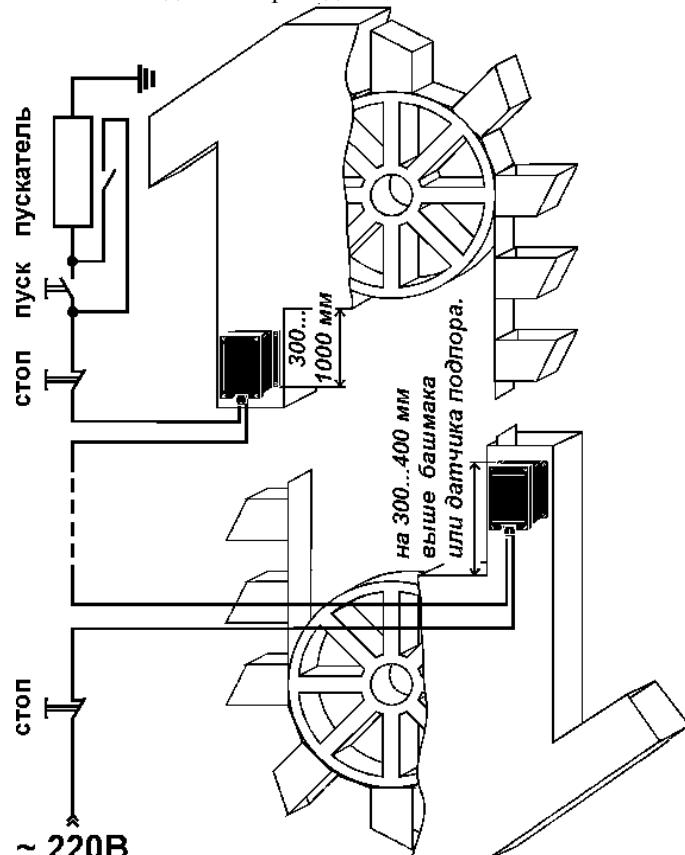
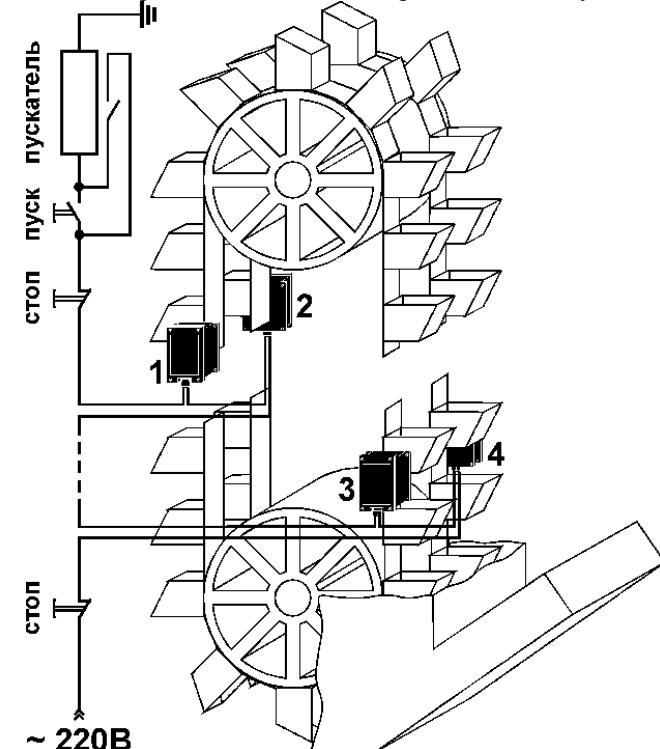

Рис. 5. Последовательное включение двух DC-2 в пусковую цепь нории.
Рис. 6. Включение четырёх DC-2 в пусковую цепь сдвоенной нории.
На рис. 5 показано включение двух датчиков DC-2 в разрывы пусковой цепи. Так как и в головке и в башмаке нории имеются кнопки «СТОП», датчики могут быть соединены последовательно с ними. Это позволит использовать короткие линии связи и не менять релейные схемы блокировок на действующих нориях.
DC-2 позволяет раздельно контролировать сбегание каждой ленты в общем коробе сдвоенной нории (рис. 6). Пороговое приближение или удаление ближайшей ленты при её сбегании с приводного барабана вызывает срабатывание датчика 1 или 2, а с натяжного – датчика 3 или 4. На нориях с металлическими ковшами каждый из нижних сигнализаторов (3 и 4) выполняет также функцию датчика подпора восходящей ветви.
Работа датчиков в пусковой цепи нории (рис. 5 и рис. 6) происходит следующим образом. При подаче напряжения (нажата кнопка «Пуск») DC-2 остаются «замкнутыми» на время, достаточное для разгона механизма.
2. Установить переключатель PK2 («Нормально замкнут»/ «Нормально разомкнут») в нужное положение. В положении А внешняя цепь при нормальном расстоянии до объекта разомкнута, а при аварии - замкнута; в положении В - наоборот. Если DC-2 подключен согласно рис. 5 или рис. 6, то переключатель PK2 должен находиться в положении В. При этом датчик будет размыкать пусковую цепь при сбегании ленты и подпоре.